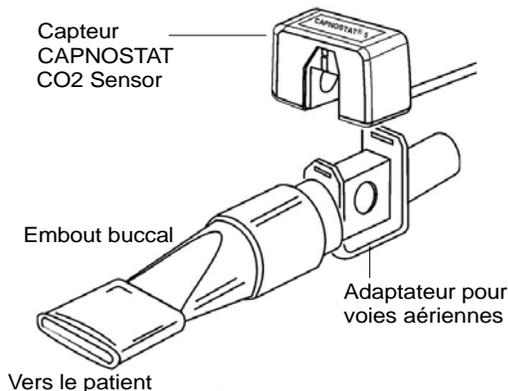

Figure 3
- b. Appuyez sur le capteur et l'adaptateur pour voies aériennes jusqu'au déclic (Figure 3).